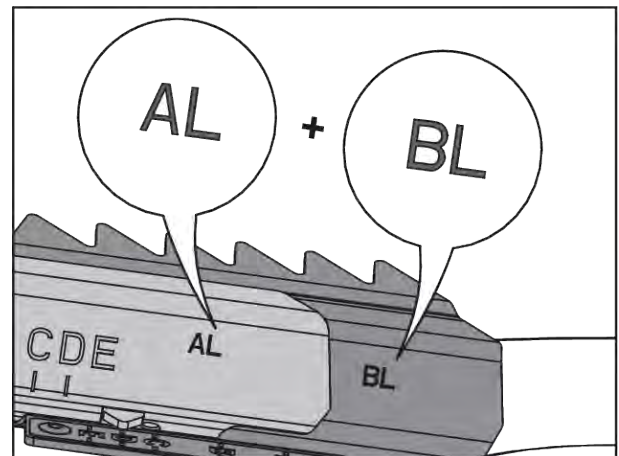

Рис. 81: Комбінація лопатей для розкидання
- Див. Рис. 81 Комбінація лопатей для розкидання